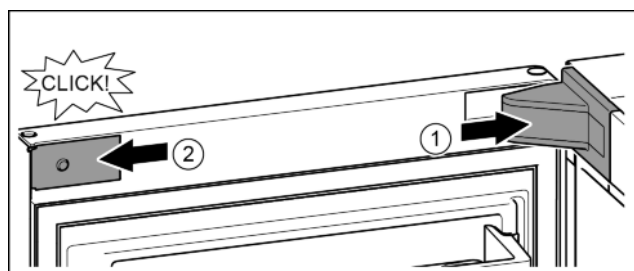

Fig. 16
- ▶ Założyć osłonę płytki zawiasu i zazębić, ew. ostrożnie odsunąć. Fig. 16 (1)
- ▶ Założyć zaślepkę z boku i zazębić. Fig. 16 (2)